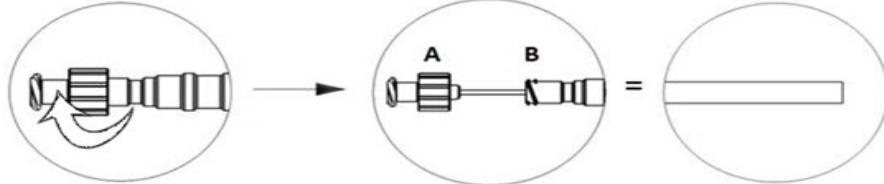
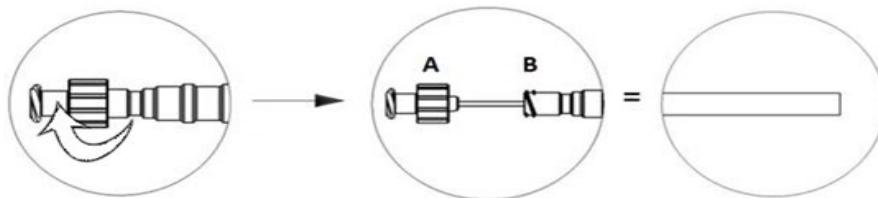

Рис. 1
Рис. 2
- Для фиксации иглы в выдвинутом положении осторожно продвигайте разъем фиксатора Люэра на проксимальном конце (A) до его контакта с наконечником Люэра на ручке (B) и затем медленно поверните его по часовой стрелке до полной фиксации наконечника и разъема. (рисунок 1)
- Прикрепите шприц с необходимым инъекционным веществом к разъему фиксатора Люэра на проксимальном конце. (A) (Шприц не входит в комплект)
- Чтобы вывести иглу из выдвинутого положения, медленно поворачивайте разъем фиксатора Люэра на проксимальном конце против часовой стрелки до полного разъединения наконечника и разъема. (рисунок 2)
4. После того, как устройство окажется в месте инъекции, осторожно продвигайте разъем фиксатора Люэра на проксимальном конце (A) вперед до его контакта с наконечником Люэра на ручке (B). Для фиксации иглы на месте медленно поворачивайте разъем фиксатора Люэра на проксимальном конце по часовой стрелке до полной фиксации наконечника и разъема. (рисунок 1)
- После завершения инъекции и перед использованием петли полностью втяните иглу в катетер путем поворота разъема фиксатора Люэра на проксимальном конце против часовой стрелки до полного разъединения наконечника и разъема (рисунок 2). Игла оснащена пружиной, и как только наконечник и разъем будут разъединены, пружина вернет иглу в оболочку.